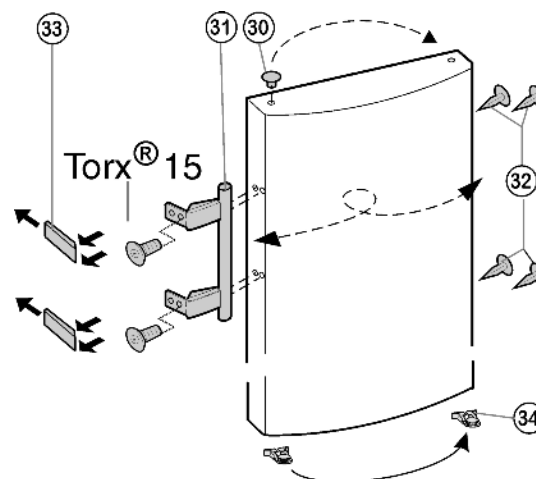

Fig. 7
- ▶ Wycześcić zatrzask sprężynowy Fig. 7 (34) z drzwi i przelożyć na nową stronę zawiasu.
- ▶ Wyciągnąć wkładkę Fig. 7 (30) z zawiasu drzwi i przelożyć na drugą stronę.
- ▶ Zdemontować uchwyt drzwi Fig. 7 (31), zatyczki Fig. 7 (32) oraz płytki dociskowe Fig. 7 (33) i przelożyć je na przeciwną stronę.